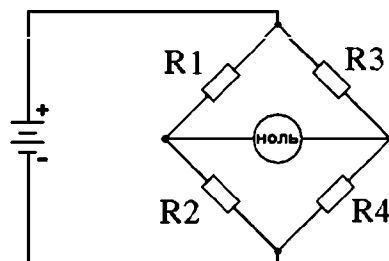

Рис. 1.9. Схема измерения с помощью моста сопротивлений
8. Мостовые схемы работают как пара двухкомпонентных делителей напряжения, подсоединённых параллельно к источнику напряжения, индикатор *нулевого сигнала* включён в диагональ моста для определения «баланса» при нулевом сигнале (рис. 1.9).